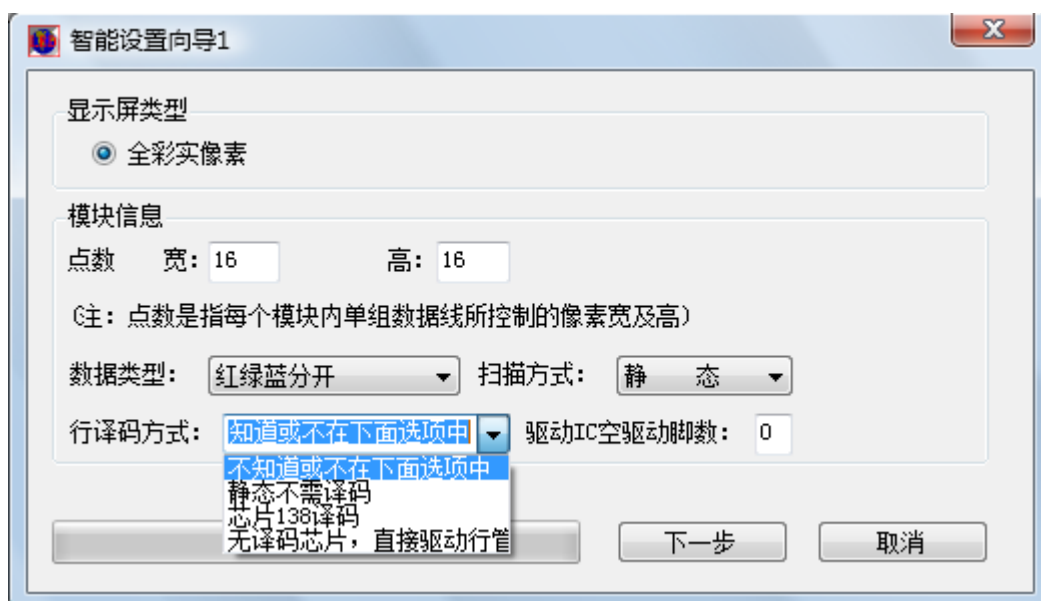

图 8
6、选行译码方式（不知道或不在下面选项中，静态不需译码、无译码直接驱动无 OE、芯片 138 译码等）译码方式在驱动板上有注明。如下图 8 所示。